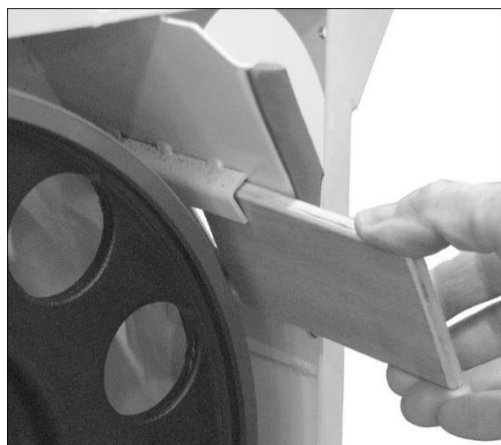

Рис. 5a
2. Откройте нижнюю дверцу и проденьте деревянный вкладыш, пока он не коснется кромки полотна (см Рис. 5a).